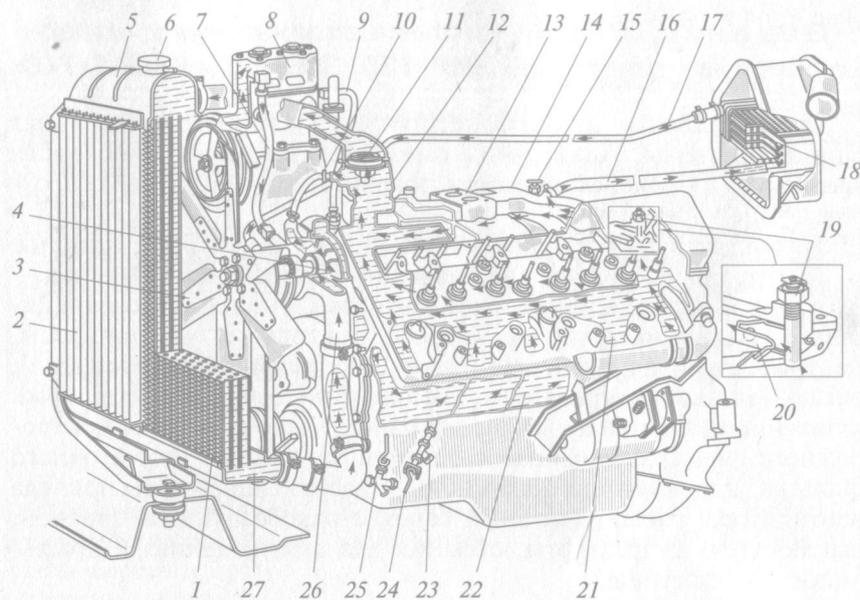

Рис. 1.5. Система охлаждения двигателя ЗИЛ-130:
**Иллюстративный материал** — рис. 1.5—1.12, учебные плакаты.
1. Изучить *устройство* агрегатов и работу *системы охлаждения двигателя ЗИЛ-130* (использовать рис. 1.5).